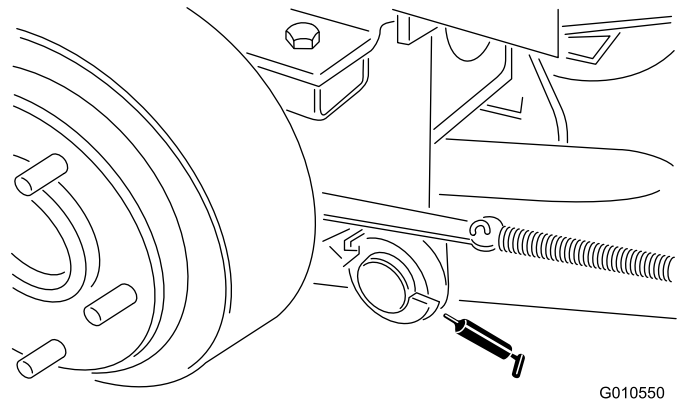

Figura 22
- Articulações do braço de elevação trás (2) (Figura 22)